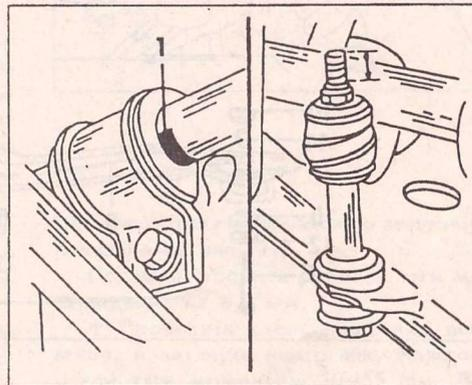

Рис. 211. Установка стабилизатора поперечной устойчивости. В точке (1) стабилизатор имеет белую маркировку.
- Разрезные втулки надеть на штангу стабилизатора таким образом, чтобы край втулки совпал с маркировкой на штанге стабилизатора, как показано на рис. 211.
- Затянуть гайку, зажав резиновую опору. Для этого гайка затягивается так, чтобы был достигнут размер, показанный на рис. 211. Он должен быть равен 16–18 мм.